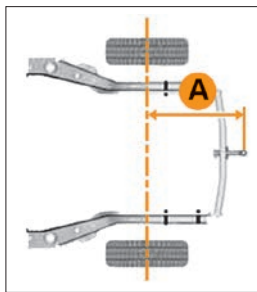

Рис. 5.18.1. Схема размещения ТСУ (в варианном исполнении)
- выдержать расстояние **A** (рис. 5.18.1) от оси задних колес до центра шаровой опоры по оси 995...1065 мм;